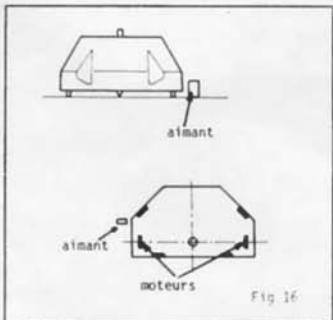

Fig.16
- Déposez l'aimant verticalement dans le sens de la hauteur, petite face vers le mobile à une distance d'environ 8 mm de l'arête gauche de la coque du mobile (fig.16).